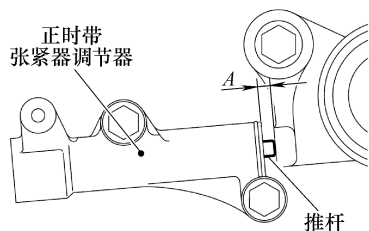

图 4-9 检查推杆伸出量
9) 至少等待 5min, 然后检查确认正时带张紧器调节器推杆的伸出量(A)处于标准值范围内, 如图 4-9 所示。